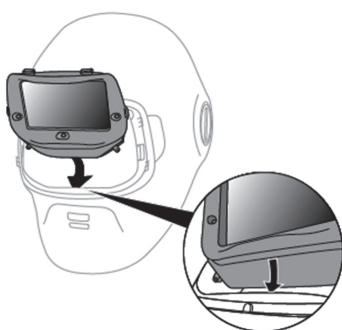
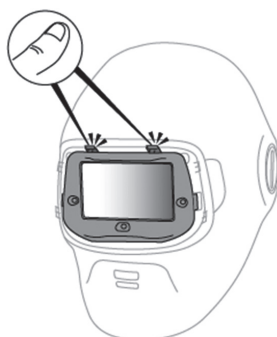

図9a
図9b
- ① 溶接フード側の突起に3M™ スピードグラス™ 液晶フィルターの下側を差し込み（図9a）、“カチッ”という音がするまで液晶フィルターを押し込んで固定します（図9b）。